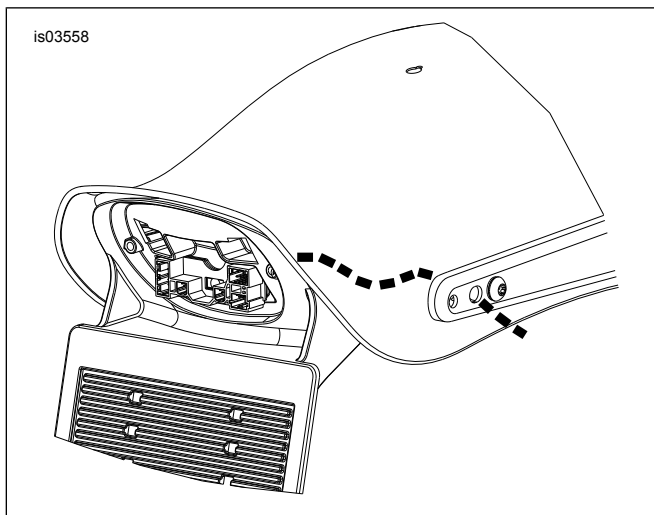
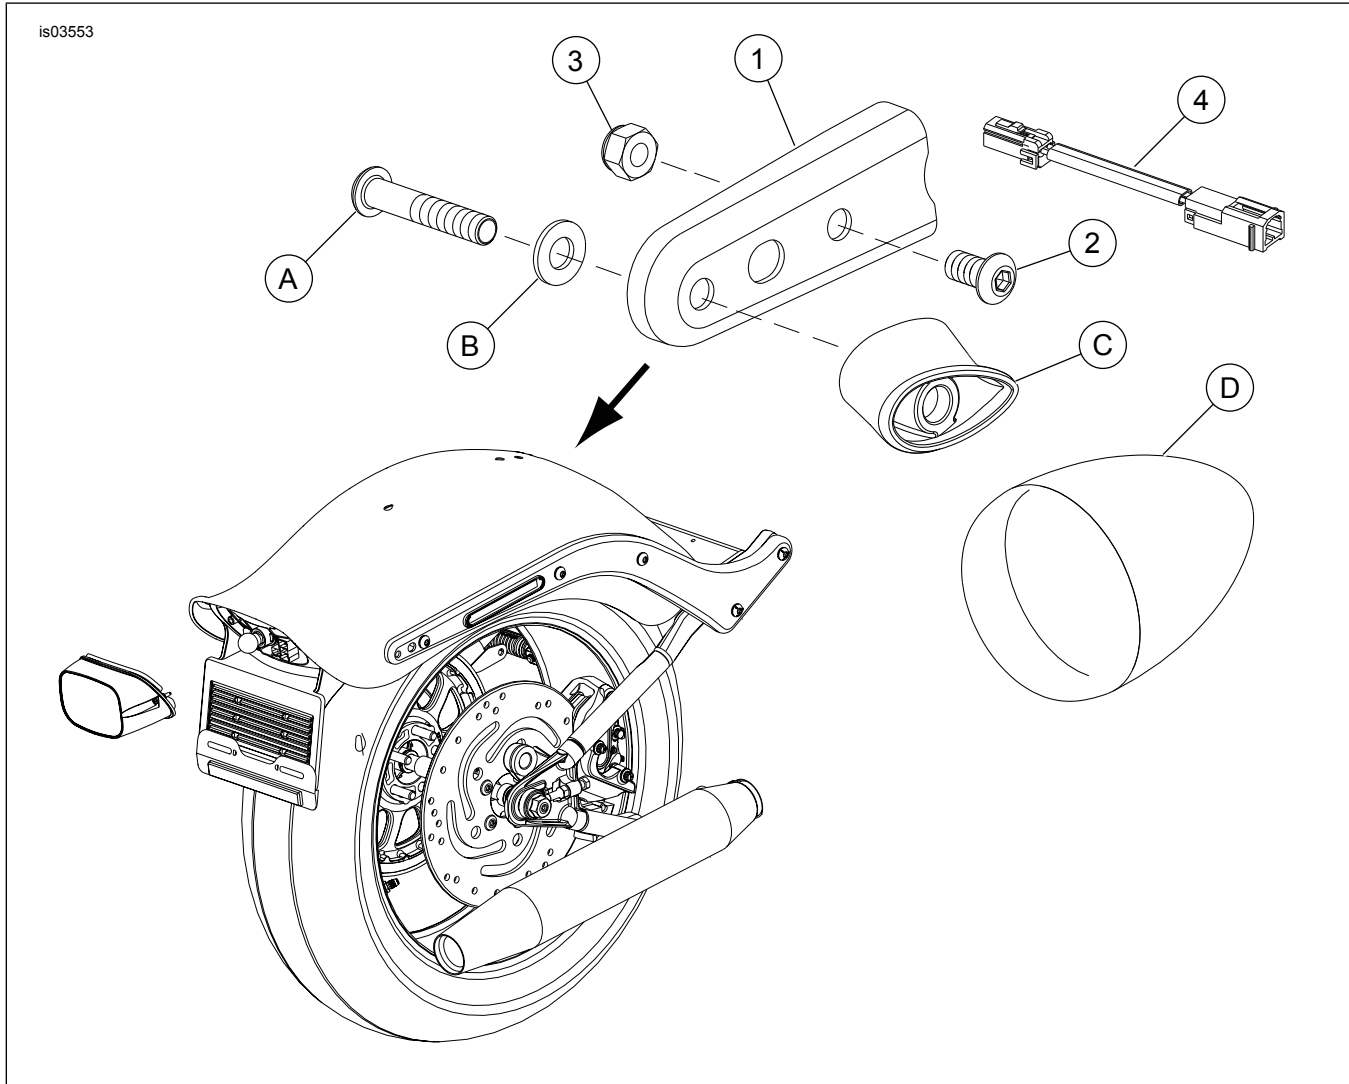

Figura 6. Ubicación del cableado a través del guardabarros trasero y del soporte
Figura 8. Piezas de servicio: kit softail de reubicación de las señales de giro delanteras
Vea la Figura 8 y la Tabla 1.
4. Vea la Figura 8. Quite el tornillo de fábrica (A) y la arandela (B) del soporte de la señal de giro (C).
5. Tire y separe la señal de giro (D) y el soporte de la señal de giro del soporte del guardabarros.
6. Vea la Figura 6. Quite la señal de giro y los cables del vehículo pasando el cableado y el conector de la señal de giro a través de los agujeros en el guardabarros trasero y el soporte del guardabarros. Cuidadosamente pase los cables a través de los agujeros para asegurarse de que no se dañen.
2. Vea la Figura 8. Inserte el tornillo (A) y arandela (B) de fábrica a través del agujero trasero de la pieza de soporte de reubicación (1) y del soporte de la señal de giro (C).
3. Enrosque el tornillo (A) en la señal de giro (D). Apriete a 16,3-21,7 N·m (12-16 lb·pie).
4. Alinee la pieza de soporte de reubicación (1) con la parte trasera del soporte del guardabarros e instálela con el tornillo (2) y tuerca (3) del kit. Apriete la tuerca a 16,3-21,7 N·m (12-16 lb·pie).
6. Vea la Figura 8. Conecte el conector macho de la extensión del arnés (4) dentro del conector de la señal de giro. Después conecte el conector hembra de la extensión de arnés en el conector correcto de la plaqueta.